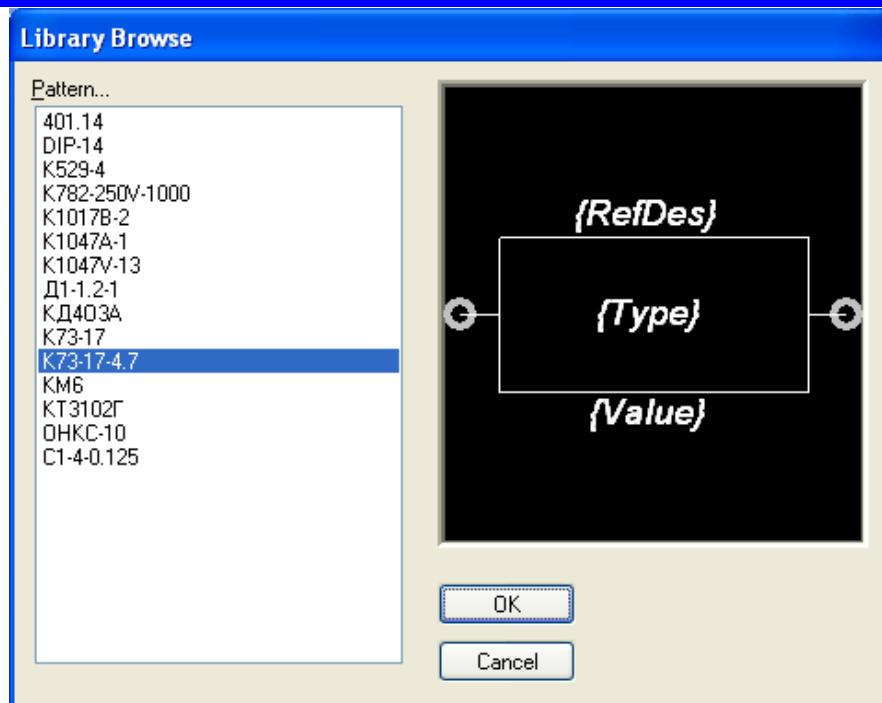

Рисунок 3.27 - Выбор ПМ конденсатора K73-17-4.7
- В этом окне нажать кнопку **Select Pattern** и в появившемся окне **Library Browse** выбрать посадочное место конденсатора **K73-17**. В списке имеющихся посадочных мест выбрать «**K73-17-4.7**» (рис. 3.27). Нажать кнопку **OK**.